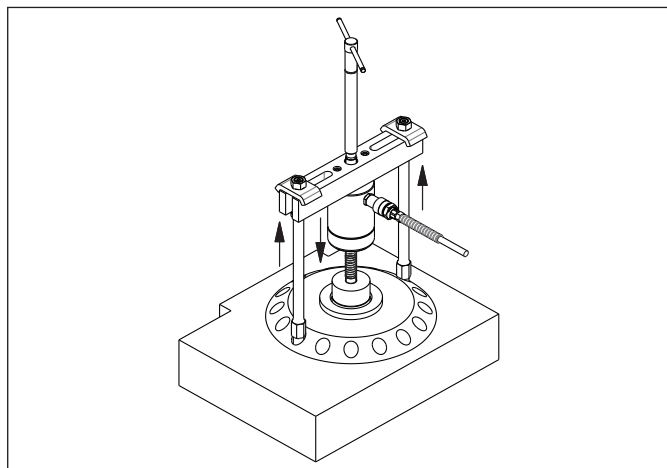

図10: クロスベアリングプーラー(一般的)
クロスベアリングプーラーは、レッグを引き出し対象の作業片に直接取り付けすることで、独立して使用することができます(図10を参照)。この場合、プーラーのレッグは作業片に直接ねじ込まなければなりません(ねじの仕様については、セクション11.7を参照)。または、ベアリングセパレーターアタッチメント(セクション7.5を参照)またはベアリングカッププーラー(セクション7.6を参照)と組み合わせて、クロスベアプーラーを使用することもできます。
- ベアリング、プーラーまたはその他の取り外すアイテムにプーラーを取り付けます。プーラーのレッグを調整します。図10を参照してください。